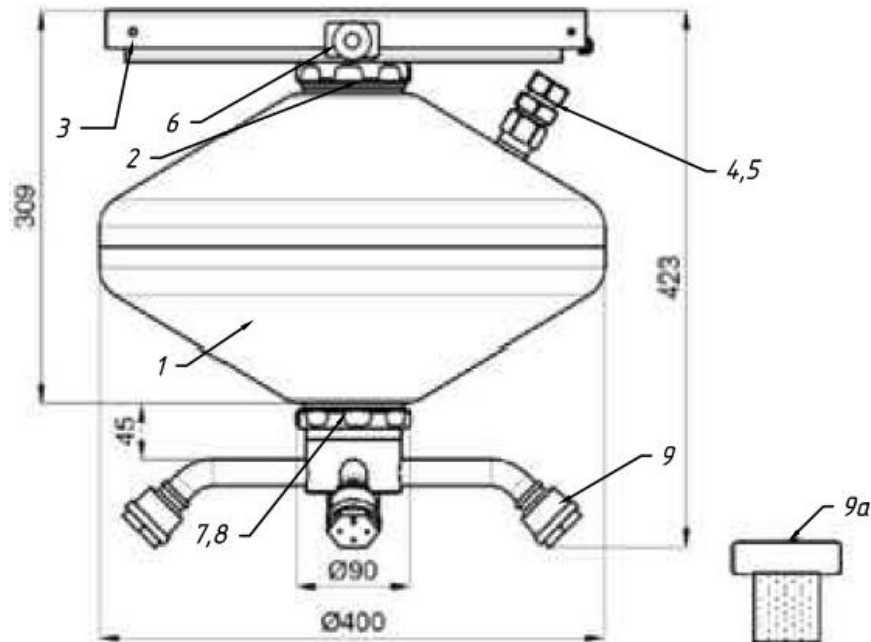

Рис. 1
3.1 Общий вид модуля* «ТРВ-Гарант»(вз) - 14,5-11 газогенераторного типа, с комбинированным насадком-распылителем представлен на рис.1